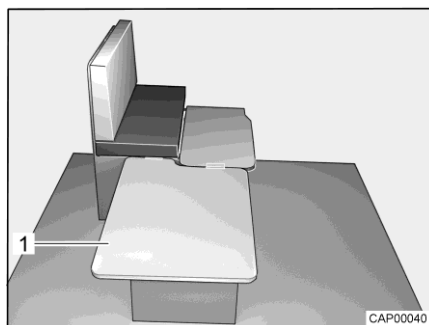

Fig. 45 Durante la trasformazione
- Agganciare la tavola di rinforzo (Fig. 45,1) lateralmente sui sedili e posizionarla sul tavolo.